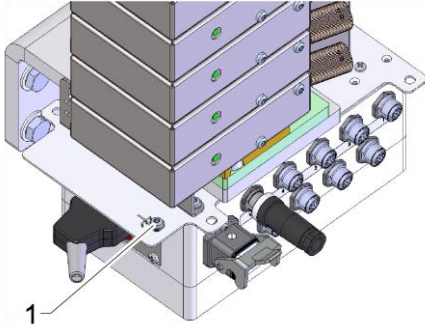

Fig. 20: Messa a terra funzionale
(possibilità di collegamento per messa a terra funzionale, vedi (1) Fig. 20)